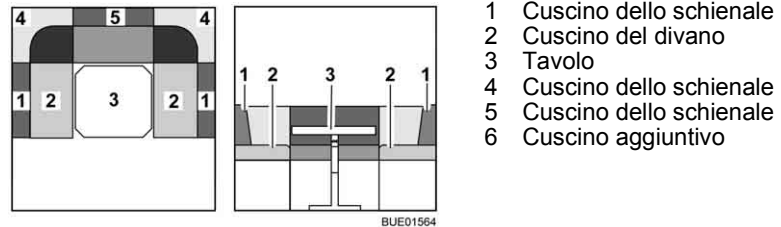

Fig. 104 Prima della trasformazione
- Trasformare il tavolo (Fig. 104,3) in struttura di supporto letto (vedi paragrafo 6.12).
- Rimuovere tutti i cuscini dello schienale (Fig. 104,1, 4 e 5) e riporli.